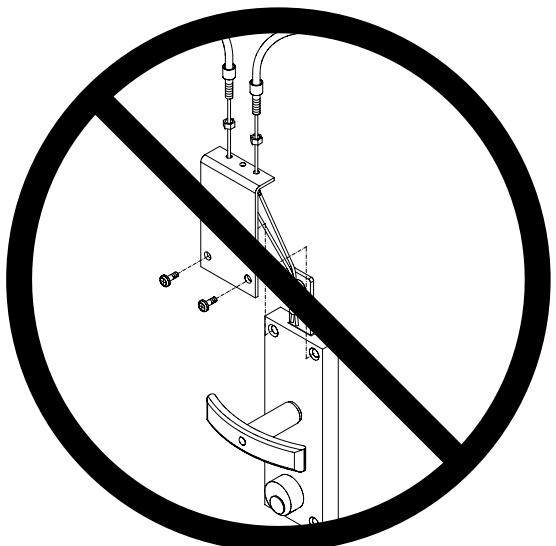

fig. 18
NOTA: **SI SCONSIGLIA FORTEMENTE L'INSTALLAZIONE DI AMBEDUE GLI SBLOCCHI ESTERNI SULLA STESSA MANIGLIA** (vedi fig. 18).
HINWEIS: Wir Empfehlen nachdrücklich die Montage von beiden äusseren ENTRIEgelungen auf ein- und DEMSELBEN Griff (siehe Abb. 18).
N.B.: NEVER INSTALL BOTH RELEASE DEVICES ON THE SAME HANDLE (see fig. 18).
N.B. : Nous déconseillons vivement l'installation des deux déblocages extérieurs sur la même poignée (voir fig. 18).
NOTA: SE DESACONSEJA ABSOLUTAMENTE INSTALAR AMBOS DESBLOQUEOS EXTERIORES EN LA MISMA MANIJA (Véase fig. 18).